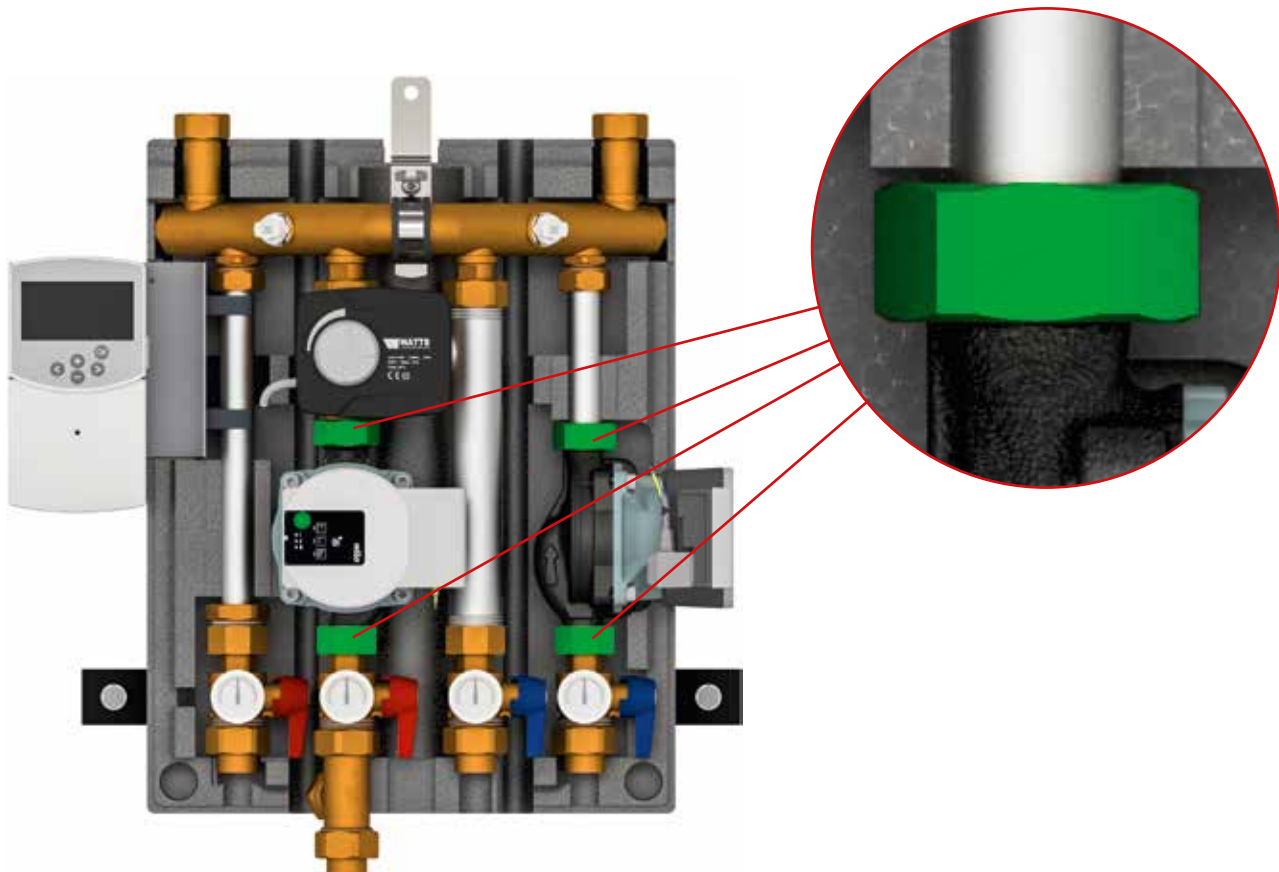

Fig. 7: Démontage de la pompe de recirculation
- Dévissez les écrous puis démontez la pompe de recirculation (voir Fig. 7).